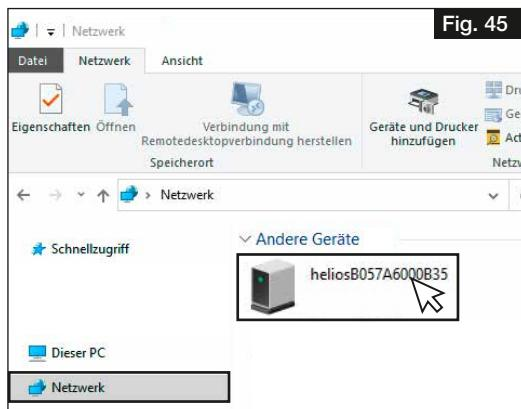

Fig. 45
2. Ouvrir le poste de travail et cliquer sur Réseau, voir Fig. 45.
**① La détection du réseau doit être activée !**
3. Double-cliquer sur l'appareil correspondant, voir Fig. 45.